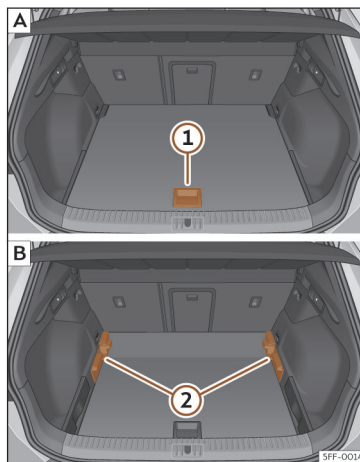

Fig. 115 Piso variável da bagageira: **A** posição alta; **B** posição baixa.
- Para passar da posição baixa para a alta, levante o piso pela pega >>> **Fig. 115 ①**, puxe-o para trás até que a parte dianteira do piso baixe totalmente os suportes >>> **Fig. 115 ②**.
- Desloque o piso sobre estes para a frente até que chegue ao limite no encosto dos bancos traseiros e, de seguida, baixe o piso com a peça **①**.
- Para passar da posição alta para a baixa, levante o piso pela pega >>> **Fig. 115 ①**, puxe-o para trás até que a parte dianteira do piso baixe totalmente os suportes >>> **Fig. 115 ②**.
- Deixe cair a parte anterior contra o piso e empurre o piso para a frente até que atinja o limite no encosto dos bancos traseiros, baixando ao mesmo tempo o piso com a pega **①**.
- Com o piso variável na posição alta, levante pela pega»» Fig. 115 ①, puxe-o e empurre para o encosto dos bancos traseiros até que o piso dobre pela linha da dobradiça e a parte móvel do piso assente sobre o mesmo.